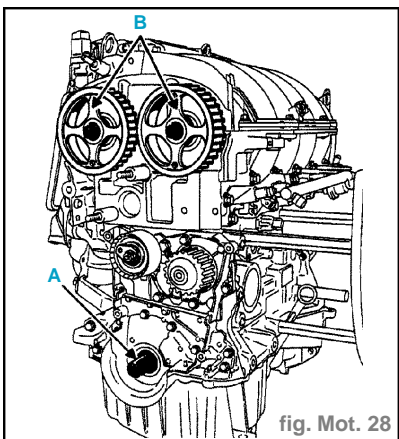

fig. Mot. 28
- Vérifier que le vilebrequin soit bien en appui sur la pige de Point Mort Haut (la rainure **A** du vilebrequin vers le haut) (fig. Mot. 28).
l'outil de blocage des poulies des arbres à cames **Mot. 1490** (utiliser les fixations du carter de distribution pour fixer le **Mot. 1490**) (fig. Mot.28 et 29).